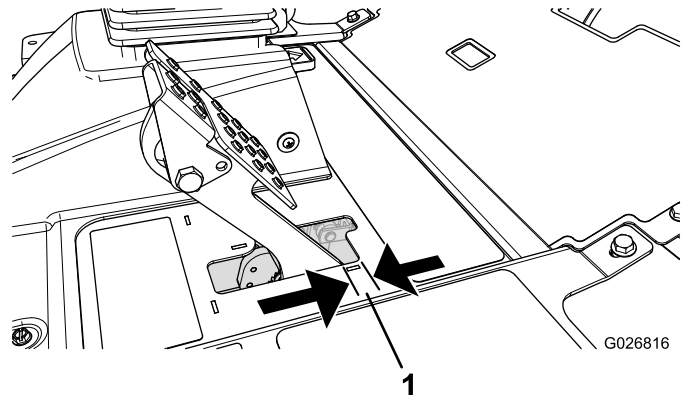

Figure 113
4. Enfoncez légèrement la pédale de frein et mesurez la distance que parcourt la pédale sans résistance (Figure 113).
**Remarque:** Régalez les freins si la garde à la pédale de frein est supérieure à 2,5 cm (1 po) (Figure 113) ou si la force du frein doit être augmentée.
6. Serrez les écrous arrière afin de pouvoir déplacer le câble en arrière jusqu'à obtention d'une garde à la pédale de frein de 6 à 13 mm ( $\frac{1}{4}$  à  $\frac{1}{2}$  po) (Figure 113), avant que le frein de stationnement ne bloque les roues.